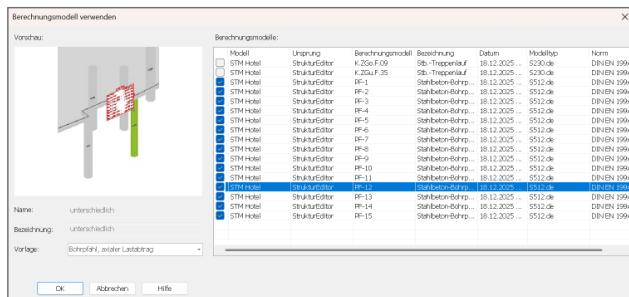

Bild 13. Verwendung der Berechnungsmodelle je Pfahl
Über den Schalter „Verwenden“ ⑨ aus dem Register „Start“ wird der Dialog „Berechnungsmodell verwenden“ gestartet. Hier werden mühelos alle, hier 15 Pfähle, ausgewählt (Bild 13). Anschließend stehen 15 Positionen, je Pfahl eine Nachweispunkt zur Bearbeitung bereit.